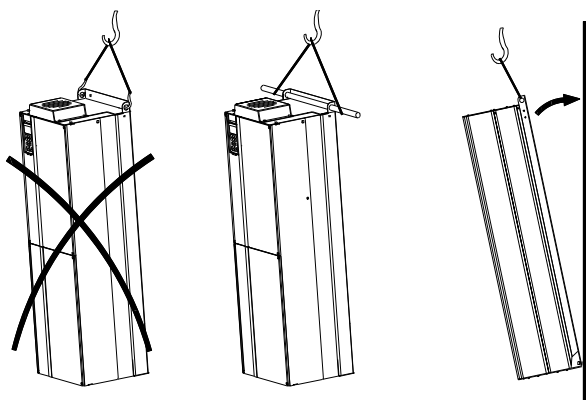

Fig. 1 Metodo di sollevamento consigliato
1. Segnare i fori di montaggio sul pavimento. Vedi fig. 1.